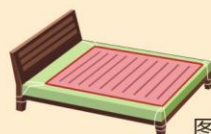

图2
- 2、把睡眠监测器穿入电热毯上专用睡眠带(图2), 并铺整齐。
- 2、选用的带绊扣的电热毯：应将电热毯四角用带子穿过绊扣与床角固定或捆绑在床垫上，以防电热毯折皱使用引起局部过热而损坏。图2